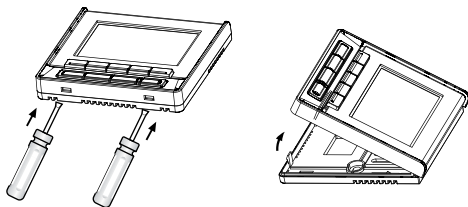

Рис. 3-4
- 4 С помощью прямой отвертки выверните два винта в нижней части пульта управления и снимите заднюю панель (рис. 3-4).